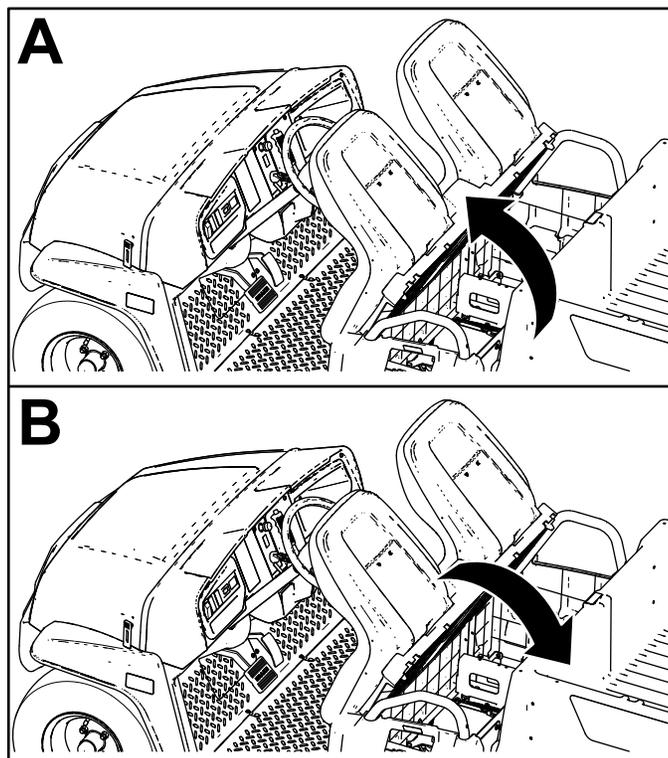

Figura 25
Per sollevare il gruppo sedile, spingetelo in avanti fino ad appoggiarlo al volante (Figura 25).
Per abbassare il gruppo sedile, spingetelo indietro fino a riportarlo nella posizione originale (Figura 25).
1. Spingete il gruppo sedile in avanti in posizione di sollevamento (Figura 25).